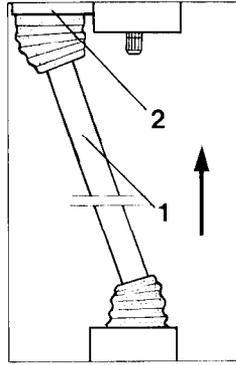

Fig.95
- Zweischeibenstreuwerk stilllegen. Gelenkwelle (Fig. 95/1) unter dem ZG-B R von der Antriebswelle abziehen und auf dem daneben befestigten Keilwellenstummel (Fig. 95/2) aufstecken.